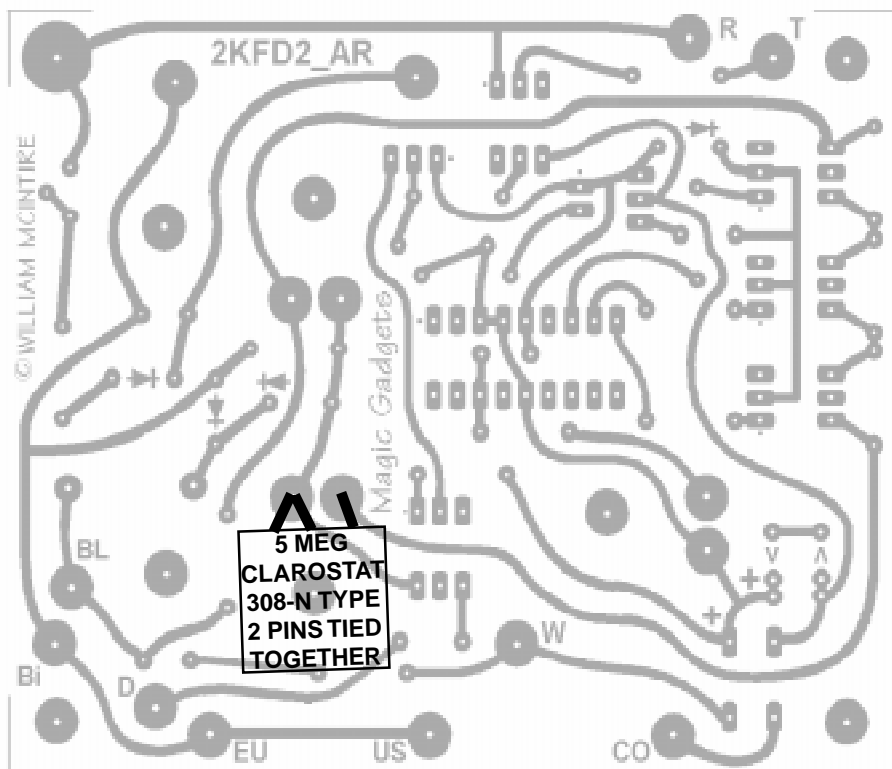

FIGURE 3
STEP 1, REVERSE THE PROCEDURE ABOVE TO INSTALL THE CONTROL AS SHOWN (FIG. 3). RESOLDER THE CONTROL PINS (NOTE 1) AND REASSEMBLE THE UNIT.